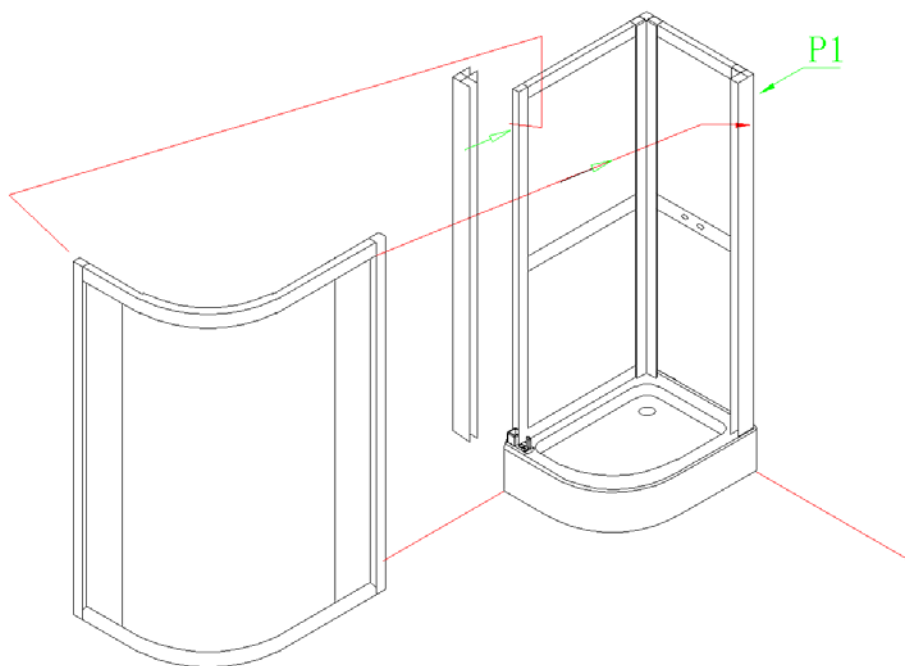

Fig. 8.
8. Ställ det hela monterade dörrpartiet på duschkaret, sätt sidoprofilen (A12) in i hörnprofilen (P1), se fig 8.